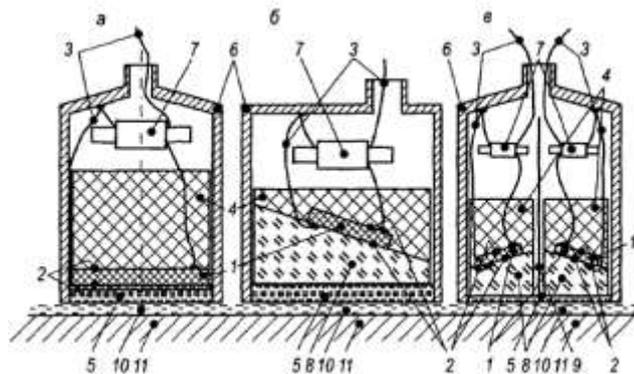

Рис. 1.Схема устройства ПЭП
- Зарисовать в тетради схемы устройства прямого, наклонного и раздельного ПЭП (рис.1), заполнить таблицу 1, пользуясь учебником, с.162-163 (учебник Новокрещенов В. В. *Незрушающий контроль сварных соединений в машиностроении : учебное пособие для среднего профессионального образования / В. В. Новокрещенов, Р. В. Родякина ; под научной редакцией Н. Н. Прохорова. — 2-е изд., испр. и доп. — Москва : Издательство Юрайт, 2018. — 274 с*)